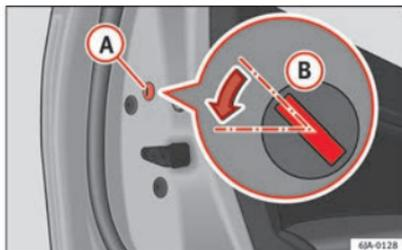

Fig. 4 Porta traseira: trancar de emergência.
- Retire a tampa **A** »» **Fig. 4**.